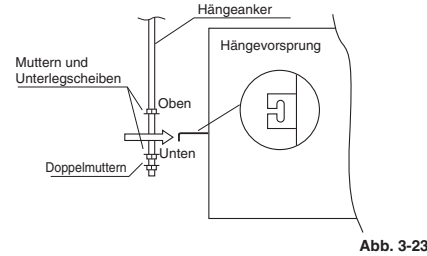

Abb. 3-23
- (1) Wenn die Einheit im Innern der Decke positioniert werden soll, den Hängeankerabstand bestimmen. Beim Aufhängen der Inneneinheit müssen auch die Leitungen in der Decke verlegt und angeschlossen werden. Wenn die Decke bereits fertig gestellt ist, sollten die Leitungen verlegt und zum Anschluss vorbereitet werden, bevor die Einheit im Innern der Decke aufgehängt wird.
- (2) Die drei Sechskantmutter und die beiden Unterlegscheiben (im Fachhandel erhältlich) auf jeden der vier Hängeanker schrauben, wie in Abb. 3-23 gezeigt. Je eine Mutter und eine Unterlegscheibe für die obere Seite, und zwei Muttern und eine Unterlegscheibe für die untere Seite verwenden, damit die Einheit nicht von den Hängevorsprüngen abrutschen kann.